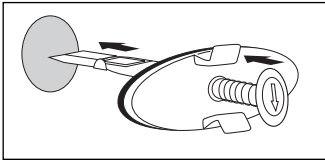

Abb. 1
- Bei runden Überläufen drücken und halten Sie den Spannstift so, dass sich der Verriegelungshebel so klappen lässt, dass er in Verlängerung mit dem Spannstift steht (Abb. 1).